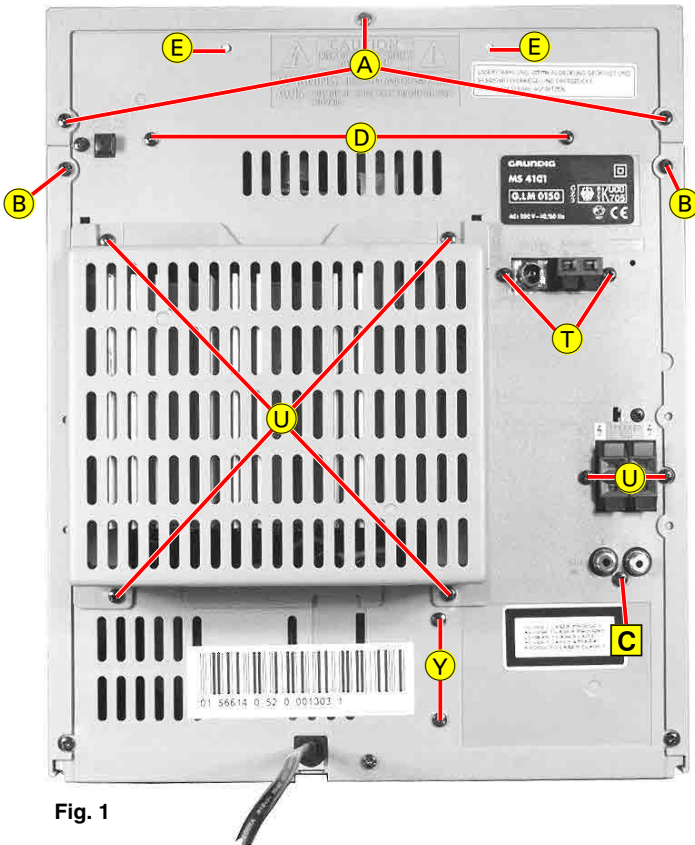

Fig. 1
- 5 Schrauben (A) (Fig. 1, 2, 3) herausdrehen.
- 8 Schrauben (B) (Fig. 1, 2, 3) herausdrehen.
- Undo 5 screws (A) (Fig. 1, 2, 3).
- Undo 8 screws (B) (Fig. 1, 2, 3).
- 2 Schrauben ⑤ (Fig. 1) herausdrehen.
- Rückwand nach hinten drücken und Nasen ⑥ (Fig. 1) aushängen
- Undo 2 screws ⑤ (Fig. 1).
- Move the rear panel backwards to unhook the noses ⑥ (Fig. 1).